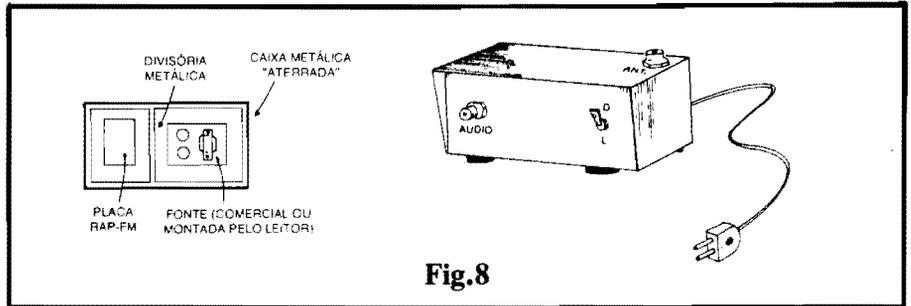

Fig. 8
- FIG. 8 - A CAIXA... - Recomenda-se para a RAP-FM uma caixa metálica, com seu "corpo" ligado à linha do **negativo** da alimentação geral... É possível (desde que as dimensões do **contêiner** assim o permitam...) "embutir" a própria fonte de alimentação no mesmo abrigo, separando porém o circuito da RAP-FM da dita fonte por uma "parede" também metálica, ligada ao **negativo** da alimentação (ver 8-A). Não esquecer que a fonte deve ser de muito boa qualidade, já que qualquer ineficiência de filtragem inevitavelmente surgirá na forma de zumbido sobre a modulação de áudio da transmissão... Um bom acabamento externo (como o sugerido em 8-B) também faz parte da segurança e eficiência, não se esquecendo o Leitor de efetuar todas as cabagens em comprimentos mínimos, evitando assim instabilidades e interferências... Outra coisa: basicamente, a RAP-FM (como já foi enfatizado) destina-se a uso fixo (quanto menos a caixa/instalação for tocada ou movida, melhor para a estabilidade e para a eficiência dos ajustes...). Quem quiser tentar a **utilização** em veículo, com antena vertical, alimentado pela bateria, poderá fazê-lo, mas os ajustes podem tornar-se ainda mais trabalhosos...